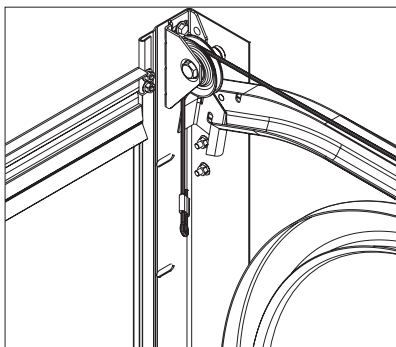

Рис.25.3
4) медленно вращая вал, размотать тросы, заводя их между ребрами шкива (рис. 25.3).